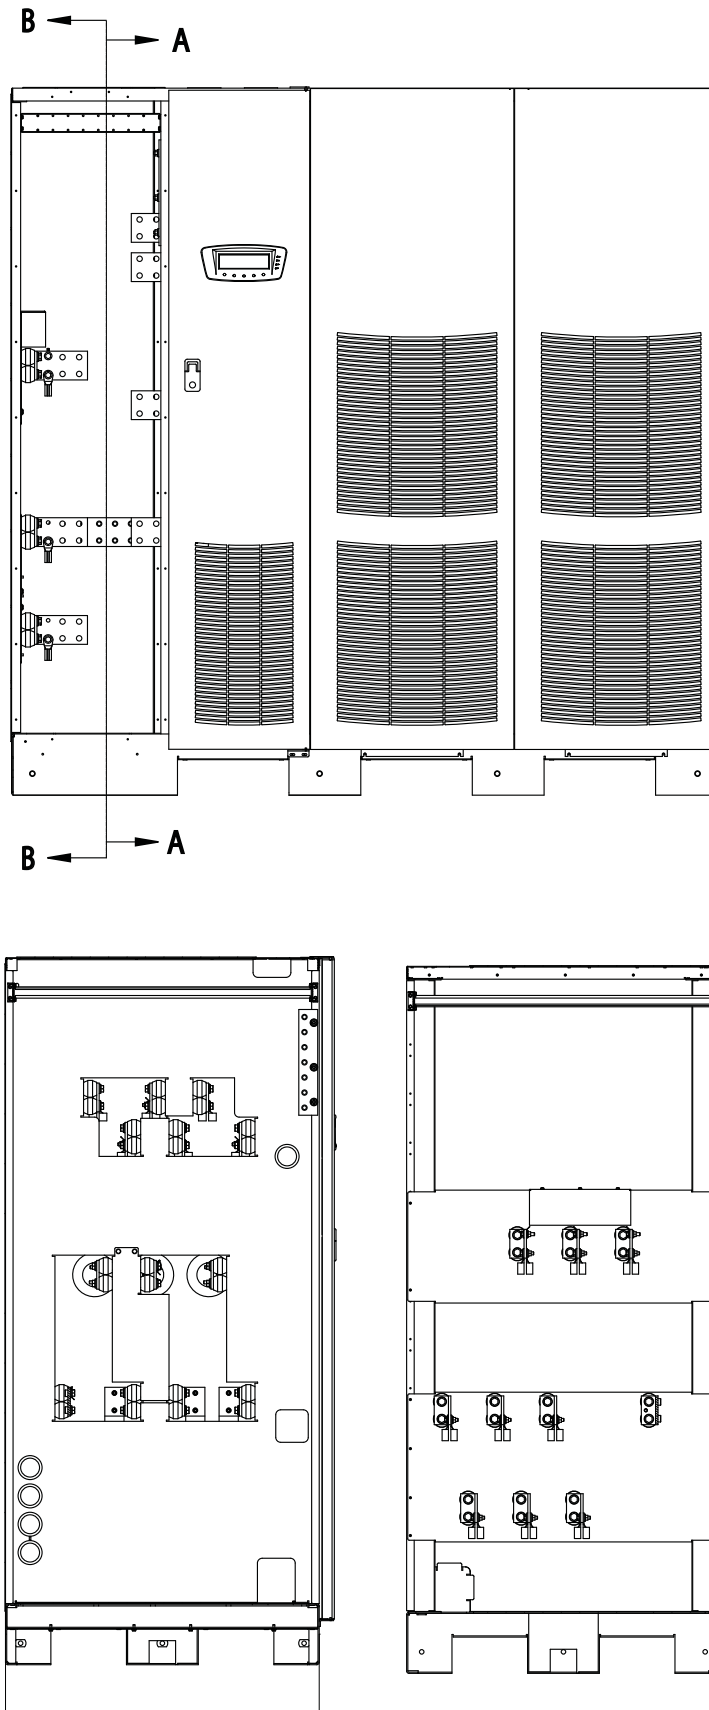
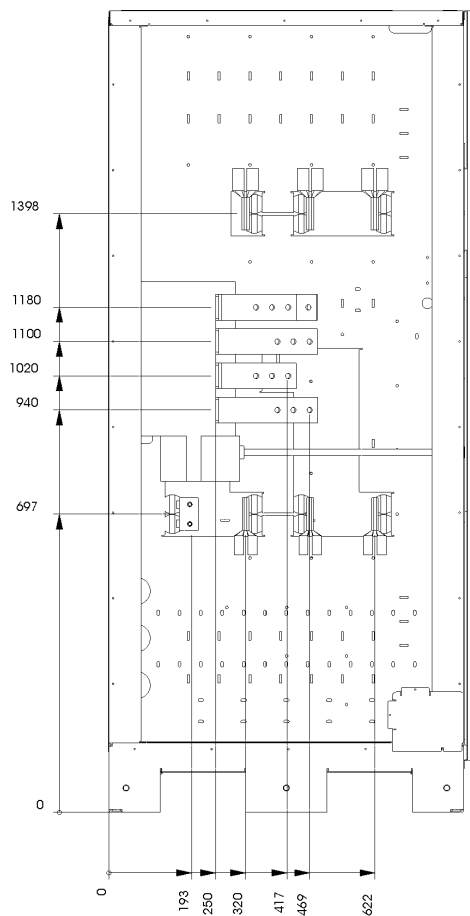

Abbildung4-7. Positionen von USV-Einspeiseklemmen - getrennte Gleichrichterzuleitung
Abbildung4-9. Seitenansicht. Positionen der USV-Einspeiseklemme MBS-Version
2. Leiten Sie die Eingangs- und Ausgangskabel entweder durch die obere oder untere Seite des Schranks zu den USV-Anschlüssen. In Abbildung 4-4 bis Abbildung 4-9 finden Sie Informationen für den Zugang zur Verkabelung und allgemeine Positionen der Anschlüsse der Gleichrichterzuleitungen oder Abbildung 4-7 für separate Positionen der Anschlüsse der Gleichrichterzuleitungen.
2. Verlegen und verbinden Sie die Batteriekabel innerhalb der USV und den Batterieschränken gemäß den Anweisungen in der Installationsanleitung für den Integrierten Batterieschrank Eaton 9395 (Modell IBC-L). Zugangsinformationen und Anschlusspositionen für die Verkabelung finden Sie in Abbildung 4-4 bis Abbildung 4-9.
5. Verlegen und verbinden Sie die Batteriekabel zwischen der USV und dem Batterie-System. Zugangsinformationen und Anschlusspositionen für die Verkabelung finden Sie in Abbildung 4-4 bis Abbildung 4-9.